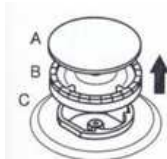

Figura 12
- Rimuovere il coperchio del bruciatore e il bruciatore come mostrato nella Figura 12.